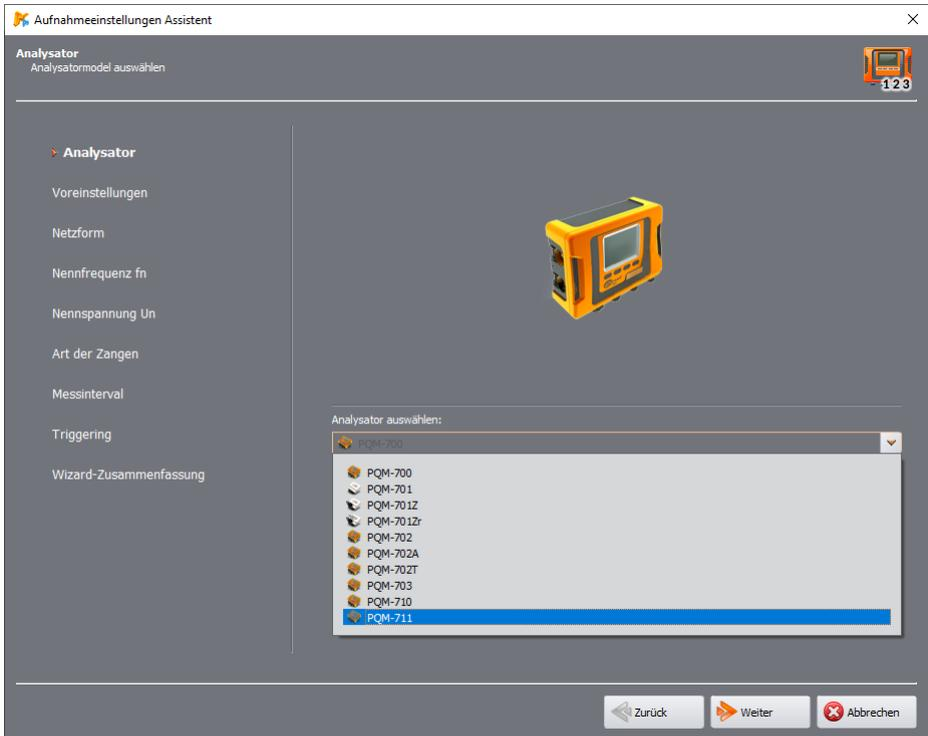

Abb. 13. Setup-Wizard – Auswahl des Analysators.
- **ANALYSATOR** (Abb. 13) – im ersten Schritt der Konfiguration muss der Benutzer den Typ des Analysators auswählen, der von der gesamten Konfiguration betroffen sein wird. Dieser Schritt ist aufgrund der unterschiedlichen Messmöglichkeiten der verschiedenen Analysatoren erforderlich.